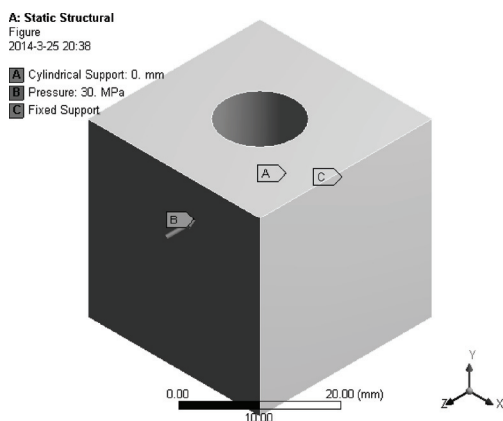
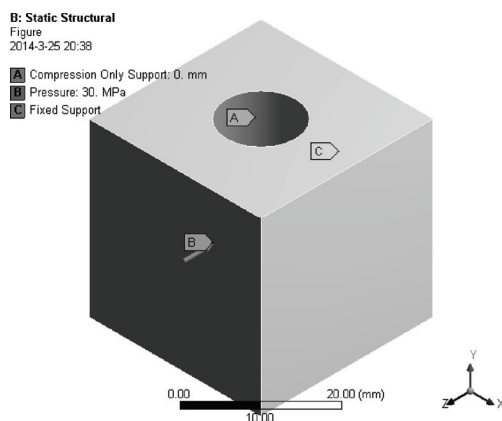

图 6-29 A 项目中设置的载荷
图 6-30 B 项目中设置的载荷
8) 在 A 项目中设置的载荷, 如图 6-29 所示; 在 B 项目中设置的载荷, 如图 6-30 所示。